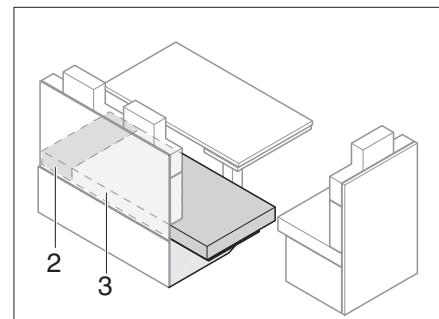

Fig. 149 Despues de la ampliación
- Tirar el cojín del asiento (Fig. 149,3) a la prolongación del banco de asiento.
- Poner un cojín adicional (Fig. 149,2) entre el cojín del asiento (Fig. 149,3) y la pared exterior.
- Quitar los cojines adicionales (Fig. 149,2).
- Tirar del cojín del asiento (Fig. 149,3) y colocarlo sobre banco de asiento.